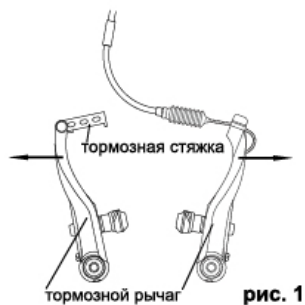
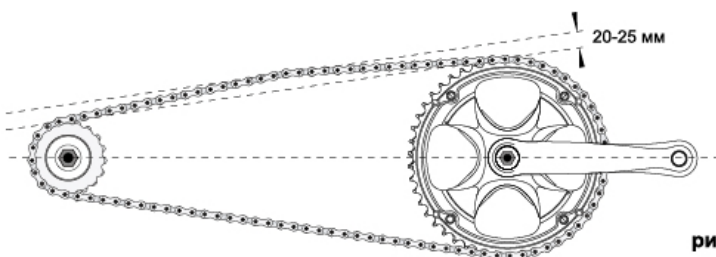

рис. 1
рис. 4
5. при установке заднего колеса на велосипедах с одной передачей необходимо обеспечить оптимальное натяжение цепи. Слишком слабое натяжение может привести к сбрасыванию цепи со звездочек, слишком сильное натяжение приводит к тяжелому рабочему ходу и чрезмерному износу цепи. Нормальное натяжение должно быть таким, чтобы ее нижняя ветвь имела небольшой провис, при оттягивании рукой верхней ветви. Отклонение в средней части 20-25 мм (рис. 4). Для снятия – установки колеса с тормозом типа «ви-брейк», расцепите или зацепите тормозную стяжку (рис. 1,5).